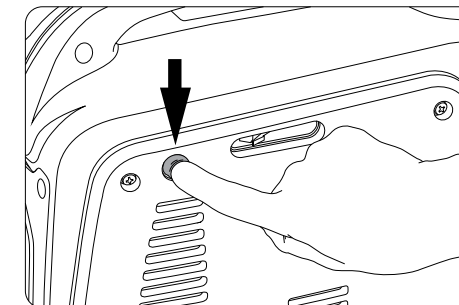

рис. 24
Прокачайте топливо ручным топливным насосом (1), нажимая на резиновый колпачок несколько раз до появления в нем топлива. (рис. 24)